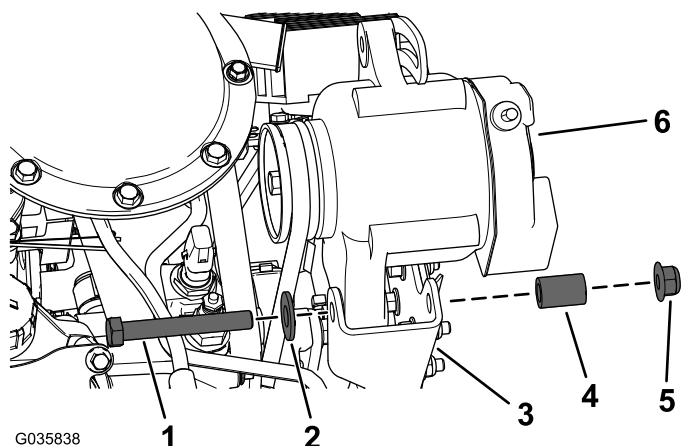

図 11
3. オルタネータ用ブラケットにオルタネータを固定する六角ヘッドねじ3/8 x 2-3/4 インチ、平ワッシャ、スペーサ、フランジナット3/8 インチを使用し、【図 11】のように取り付ける。